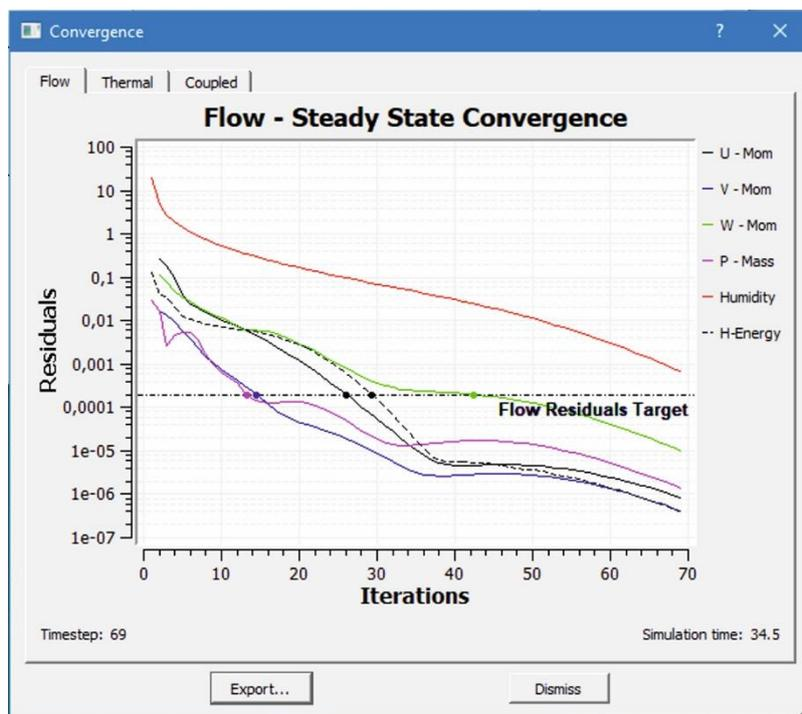

Рис. 2.8. Успешное завершение расчета
Расчет занимает достаточно много времени. Во время процесса в окне «**Solution Monitor**» отслеживайте сходимость процесса с помощью графиков нажав кнопку «**Graph**» – «**Convergence**» (рис. 2.8). Процесс расчета закончится, когда графики схождения всех параметров пересекут
9. Запустите расчет. Закладка панели инструментов «Исходная» – «**Решить**». Нажмите «**Ок**» в появившемся окне «**Решить**». Во время процесса в окне «**Solution Monitor**» отслеживайте сходимость процесса с помощью графиков нажав кнопку «**Graph**» – «**Convergence**» (рис. 2.8). По окончании в окне «**Review Results**» нажмите кнопку «**Yes**» и закройте все окна.